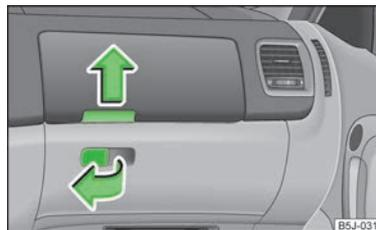

Abb. 61
- Den Griff der Klappe in Pfeilrichtung ziehen » Abb. 61 und die Klappe herunterklappen.